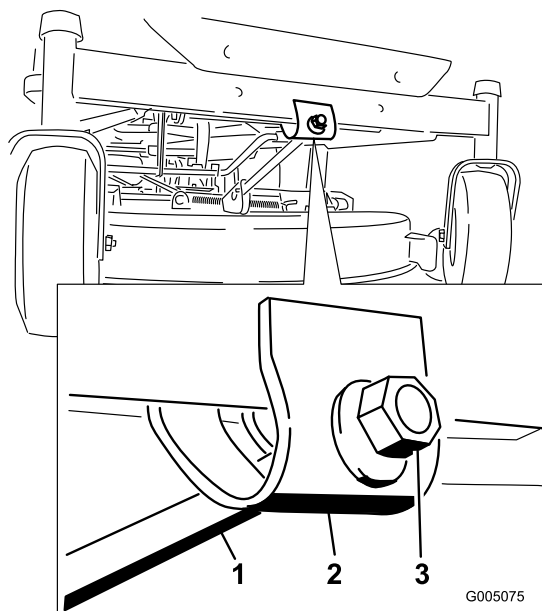

Figure 51
6. Pour régler l'inclinaison avant/arrière des lames, tournez l'écrou de réglage à l'avant du tablier de coupe (Figure 51).